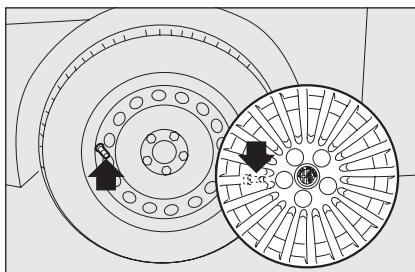

fig. 12
- posizionare la coppa ruota sul cerchio della ruota facendo coincidere il simbolo , stampigliato all'interno della coppa, con la valvola di gonfiaggio **fig. 12**;